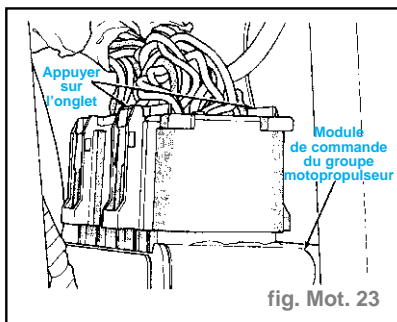

fig. Mot. 23
- Vérifier les connecteurs électriques à 40 voies au module de commande du groupe motopropulseur (PCM) (fig. Mot. 23)